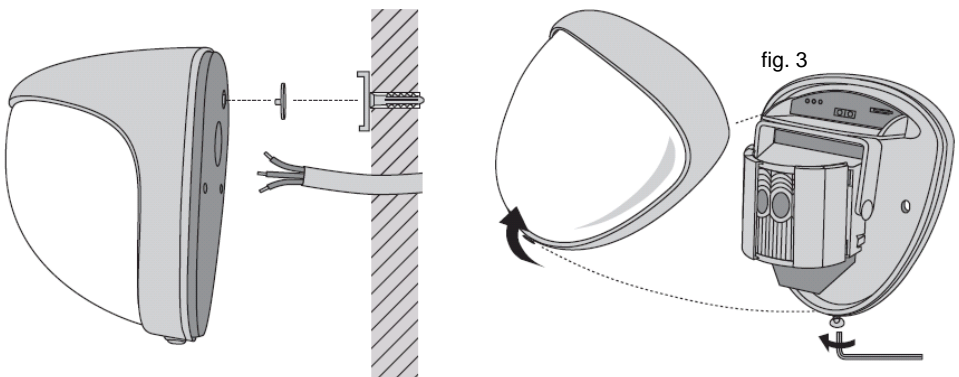
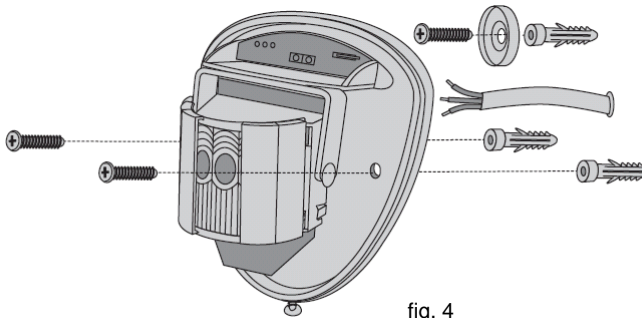
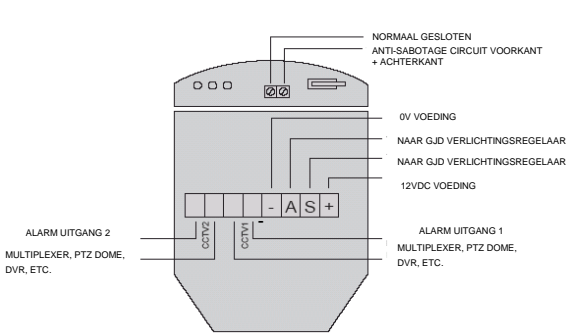

fig. 2
fig. 4
fig. 7
3) Voer een standaard 12 aderige alarmkabel in de kabelinvoer; leg de draden bloot en verbind ze met het afneembare aansluitblok als weergegeven in fig. 7. Schroef de unit tegen de muur en overtuig u ervan dat de anti-sabotage pin correct is gelokaliseerd en dat de anti-sabotage microschakelaar is gesloten. **Zie fig. 4 en 5.** Om met de installatie te helpen worden er twee extra anti-sabotage voeten bijgeleverd. Eén is 1 mm langer en de andere is 2 mm langer dan de anti-sabotage voet die standaard is aangebracht. De anti-sabotage voet is een drukpassing en kan worden verwijderd door hem voorzichtig uit de pin te trekken. **Zie fig. 2.**